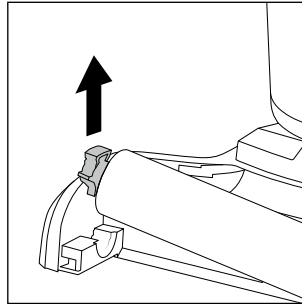

Abb. 34
- ◆ Fassen Sie die Halterung links an der Bürstenrolle **6** und ziehen Sie diese nach oben, um die Bürstenrolle vom Fußteil **3** zu entfernen (siehe Abb. 34).